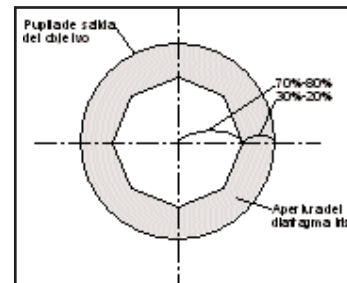

Figura 7: Diafragma iris
- ◆ Ajuste la apertura del diafragma de manera que al observar ilumine sobre el 70-80% del diámetro de la lente posterior del objetivo (Figura 7).